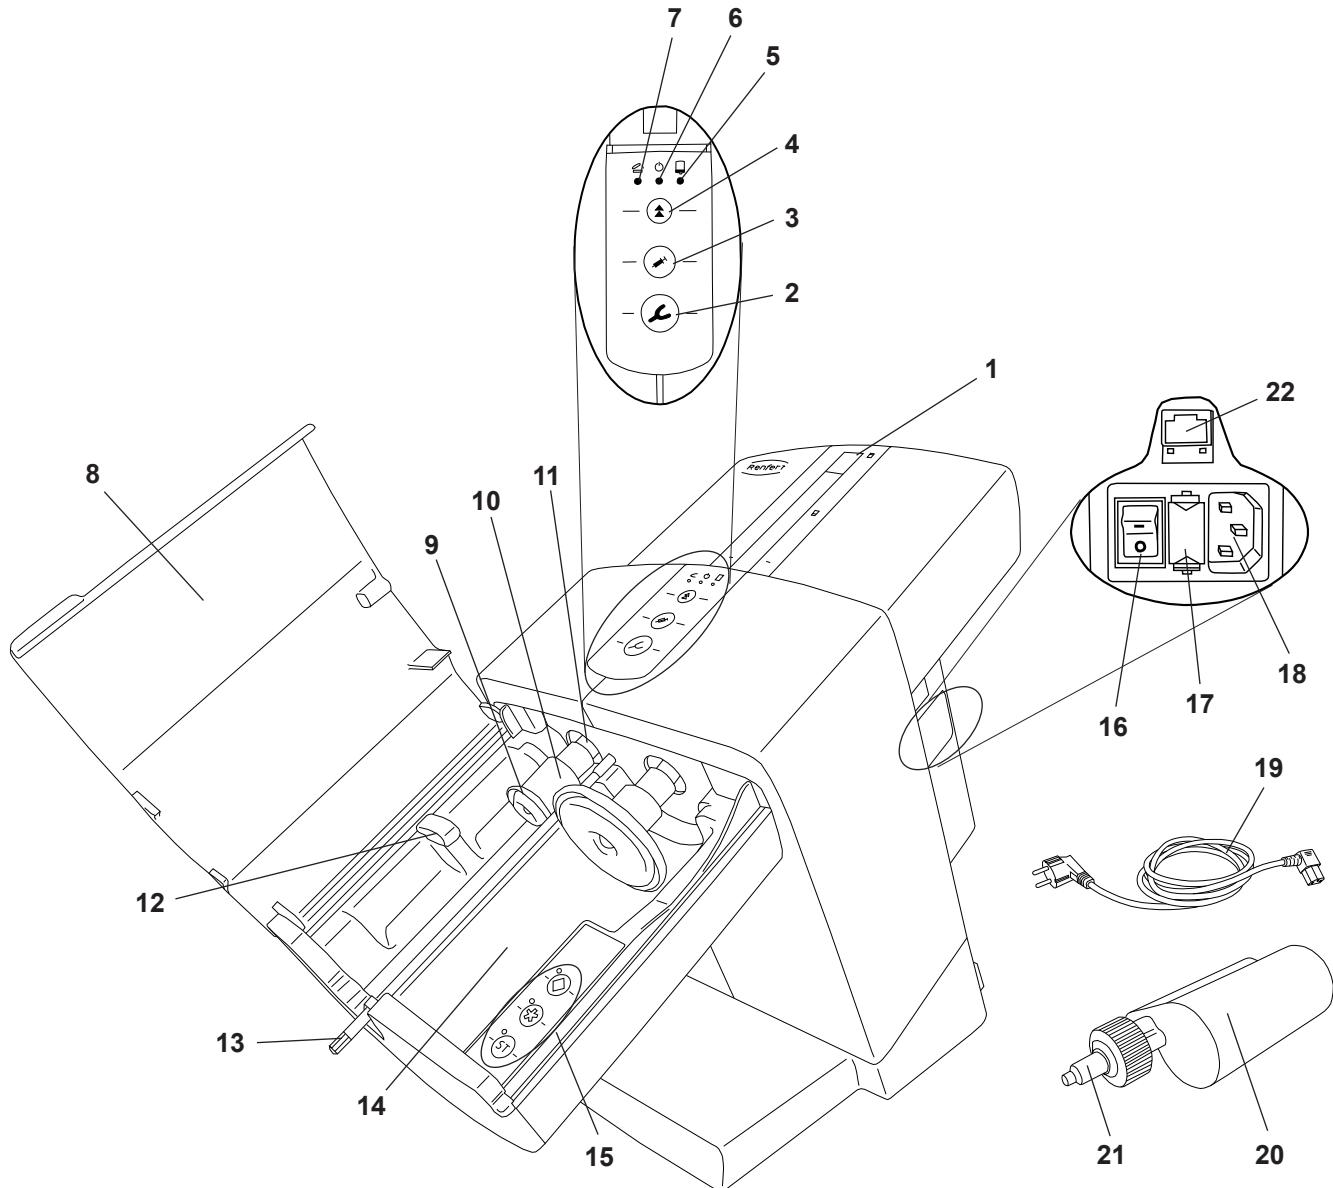
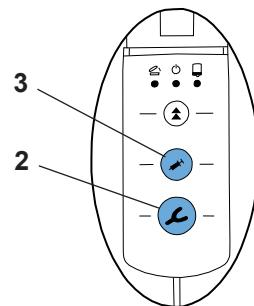

Fig. 1
Fig. 8
- ⇒ Brancher le câble secteur livré (19, Fig. 1) dans le port d'alimentation électrique (18).
- ⇒ Allumer l'appareil en appuyant sur l'interrupteur d'alimentation (16).
- ⇒ Fermer le clapet de l'appareil (8, Fig. 1).
- ⇒ Appuyer sur la touche de retour en arrière (4).
- ◆ Les plateaux de pression (9, Fig. 1) retournent en position initiale et s'arrêtent.
- ⇒ Retirer la sécurité de transport (23).
L'insertion ainsi que le remplacement d'une cartouche ne peut se faire que si les plateaux de pression (9, Fig. 1) se trouvent en position initiale.
- ⇒ Ouvrir le clapet de l'appareil (8, Fig. 1).
- ⇒ Insérer la cartouche (20) dans l'appareil. Veillez à ce que la cartouche se trouve sous le taquet d'arrêt (12).
- ⇒ Appuyer sur la touche du programme de mélange (15), voir également le chapitre 5.1.1. Vous trouverez des indications relatives au programme de mélange sur la cartouche sous forme des symboles étoile (*) ou carreau (◆). Les masses de prise d'empreinte qui ne portent pas ces symboles doivent être traitées avec le programme (ST).
- ⇒ Le clapet de l'appareil ne peut être fermé que si la cartouche est correctement insérée. Tant que le clapet de l'appareil n'est pas fermé correctement, la DEL rouge « Clapet de l'appareil ouvert » reste allumée (7, Fig. 1).
- Si l'utilisateur appuie sur une touche d'extrusion (porte-empreinte 2, Fig. 8) ou distributeur (3, Fig. 8) sans avoir sélectionné de programme auparavant, l'appareil active automatiquement le programme ^(ST). La DEL située à côté de la touche ^(ST) s'allume.
- ⇒ Appuyer sur la touche d'avancement (2) ou (3) et la maintenir enfoncée :
- porte-empreinte (2), vitesse d'extrusion élevée ou
- distributeur (3), faible vitesse d'extrusion.
- ◆ La tige de mélange est actionnée afin de permettre à l'extrémité hexagonale (13, Fig. 1) de s'enclencher automatiquement dans l'embout mélangeur (21, Fig. 1).